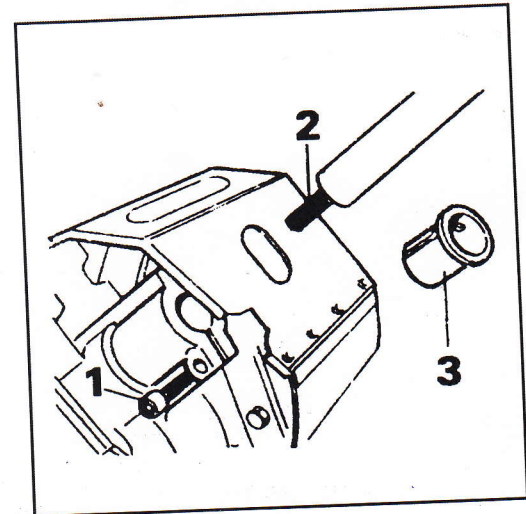

Fig. 2
Fig. 2 - Monte o cultivador e fixe-o com o parafuso (1). Se o cultivador não se engatar na caneladura do eixo de transmissão (2), gire-o de modo apropriado à direita ou à esquerda.